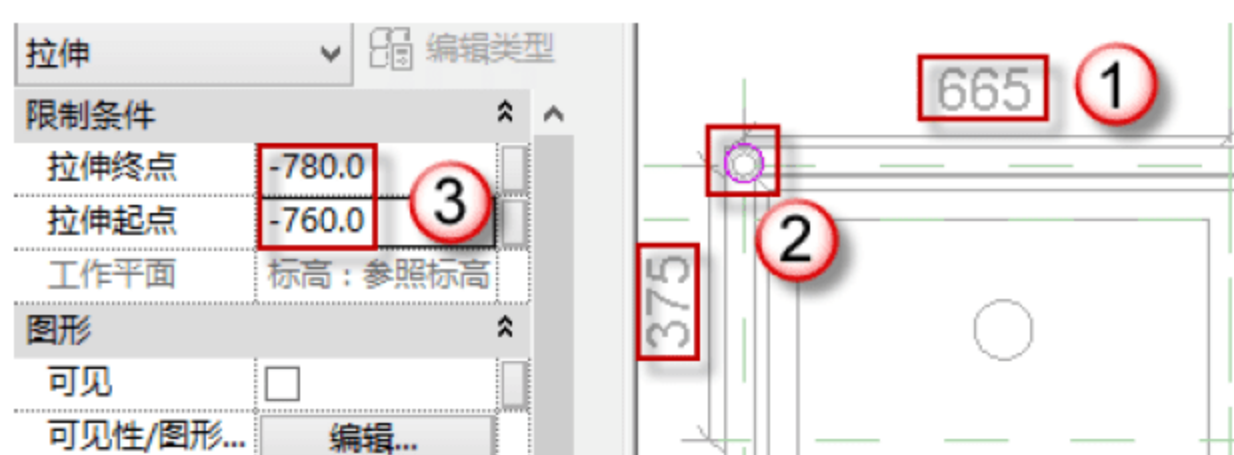

图 8.2.49 子弹脚下部平面
(17) 子弹脚下部是半径为 25mm，高度为 20mm 的圆柱。返回到“楼层平面-参照标高”平面，选择“创建”→“拉伸”→“圆形框”命令，参照元参考线定位，绘制图框，在“属性”面板中编辑“拉伸起点”和“拉伸终点”的数值（-760，-780），然后单击√按钮，如图 8.2.49 所示。